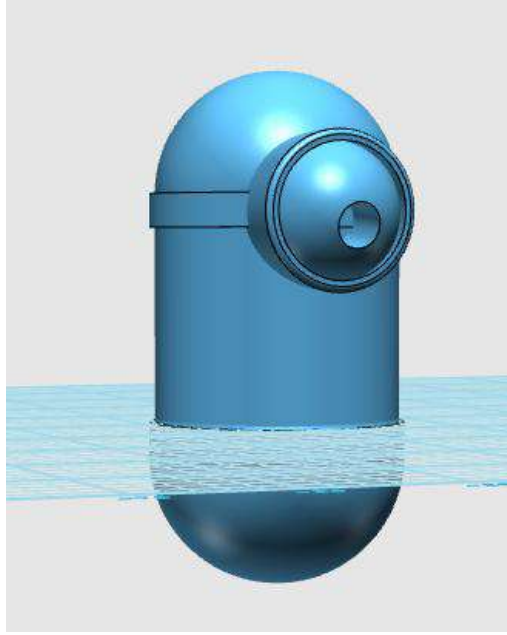

图 1-16
Step 16 点击确定，球体和圆柱体的组合编辑操作完毕，如下图 1-16 所示：